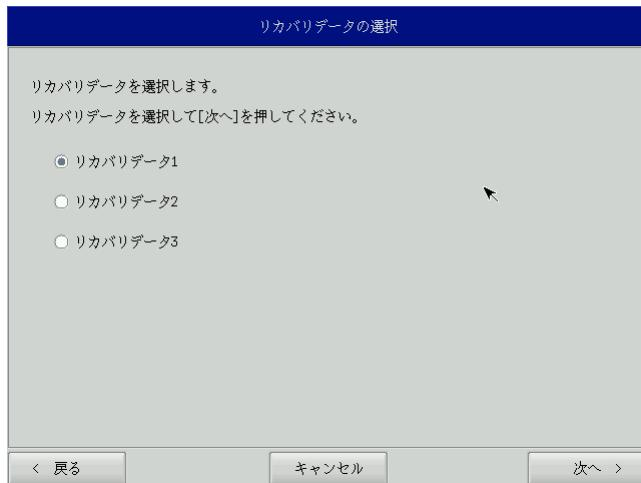

図6-2-1. リカバリデータ選択画面
- ⑤ リカバリデータ選択画面（図6-2-1）が表示されます。製品に合わせてリカバリデータを選択し、[次へ]ボタンを押します。表6-2-1にMTシリーズで選択できるリカバリデータを示します。